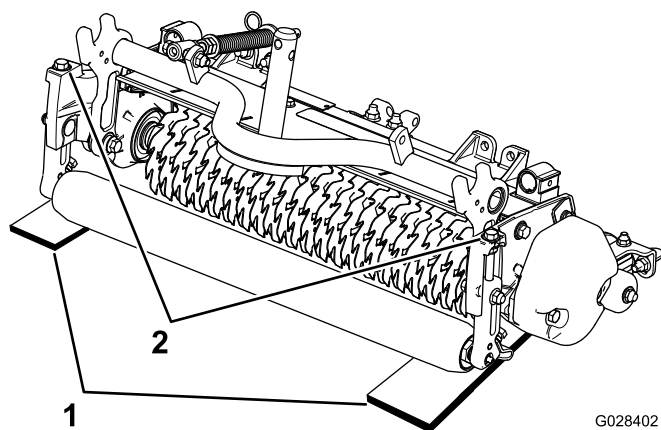

図 9
2. 希望する深さ刃が地面に食い込む深さと同じ厚さのゲージバーを2枚用意し、ユニットの左右で後ローラとバーチカッターリールの下にあてがう 図 9。
3. 各刈高ブラケットについている調整ボルト 図 9 を使って、リール刃の両端を床に接触させる。